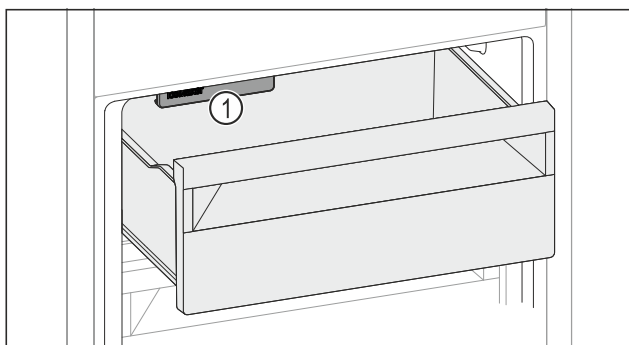

Fig. 111
- ▶ Vær opmærksom på IceMaker Fig. 111 (1).